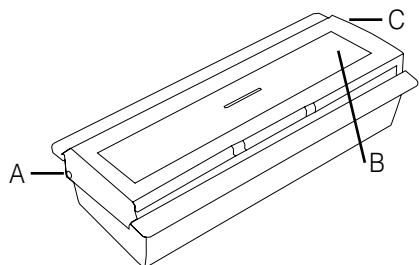

Abbildung 1: Türklingeltaster
- Stellen Sie den Türklingeltaster so auf eine Arbeitsfläche, dass sich die beiden Drehachsen der durchsichtigen Plastikfront (Abb.1 A und C) hinten befinden.
- Drücken Sie nun auf der linken Seite vorsichtig mit einem spitzen Gegenstand (z.B. Kugelschreiber) auf den kleinen Stift (Abb.1 A).
- c) Jetzt sollte sich die durchsichtige Plastikfront links (Abb.1 A) hochschieben und dann abnehmen lassen.
- d) Nun können Sie die kleine Schraube (Abb.1 B) mit einem kleinen Kreuzschlitz-Schraubendreher öffnen und die Vorderseite des Türklingeltasters, hinter der sich die Platine mit der Batterie befindet, abnehmen.
- b) Achten Sie vor dem Zusammensetzen darauf, dass die kleine Schraube (Abb.1 B) an der richtigen Stelle greifen kann. Gegebenenfalls drehen Sie ein Gehäuseteil um 180°.
- d) Schrauben Sie die kleine Schraube (Abb.1 B) mit einem kleinen Kreuzschlitz-Schraubendreher vorsichtig ein.
- e) Halten Sie den Türklingeltaster nun so, dass sich die kleine Schraube (Abb.1 B) rechts befindet.
- f) Auf der rechten Seite des Tasters befindet sich eine kleine Öffnung (Abb.1 C), in die der Scharnier-Stift der durchsichtigen Plastikfront eingehängt werden kann.
- g) Nun können Sie die durchsichtige Plastikfront so auflegen, bis sie fast komplett ihre Endlage erreicht hat. Sie müssen nur noch den kleinen Stift (Abb.1 A) vorsichtig hereindrücken und die durchsichtige Plastikfront einrasten lassen.